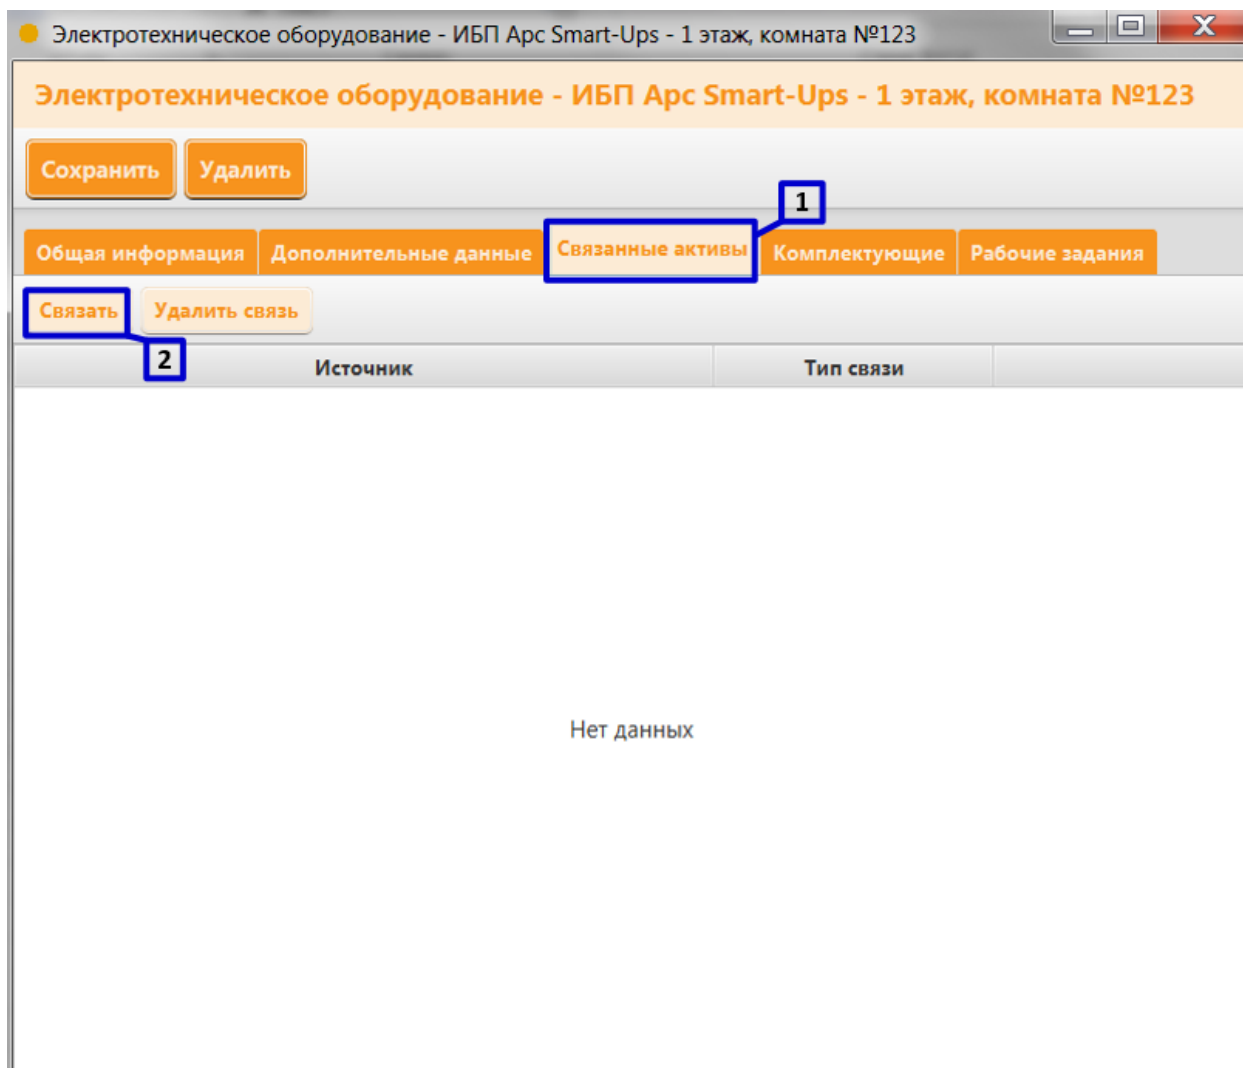

Рисунок 26. Установление связи между активами вкладка «Связанные активы»
17. Откройте вкладку «Связанные активы» (**Рисунок 26 пункт 1**);
18. Для связи активов нажмите кнопку «Связать» (Рисунок 26 пункт 2);